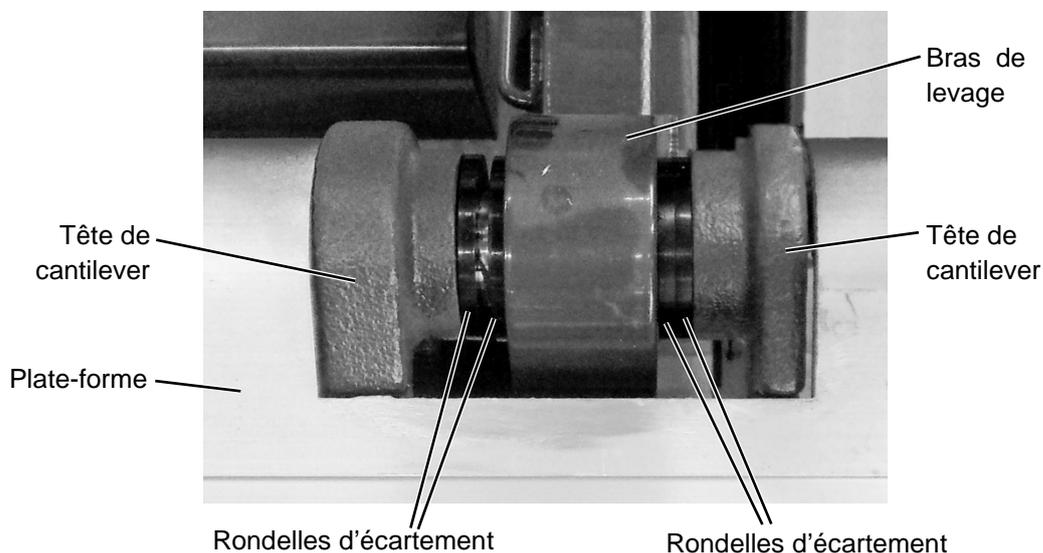

Figure 33 : Rondelles d'écartement
- ▶ Boulonnez les têtes de cantilever de la plate-forme avec les bras de levage du cadre de torsion. Installez les rondelles d'écartement **fournies** afin d'orienter la plate-forme sur la caisse de manière centrée (voir Figure 33).